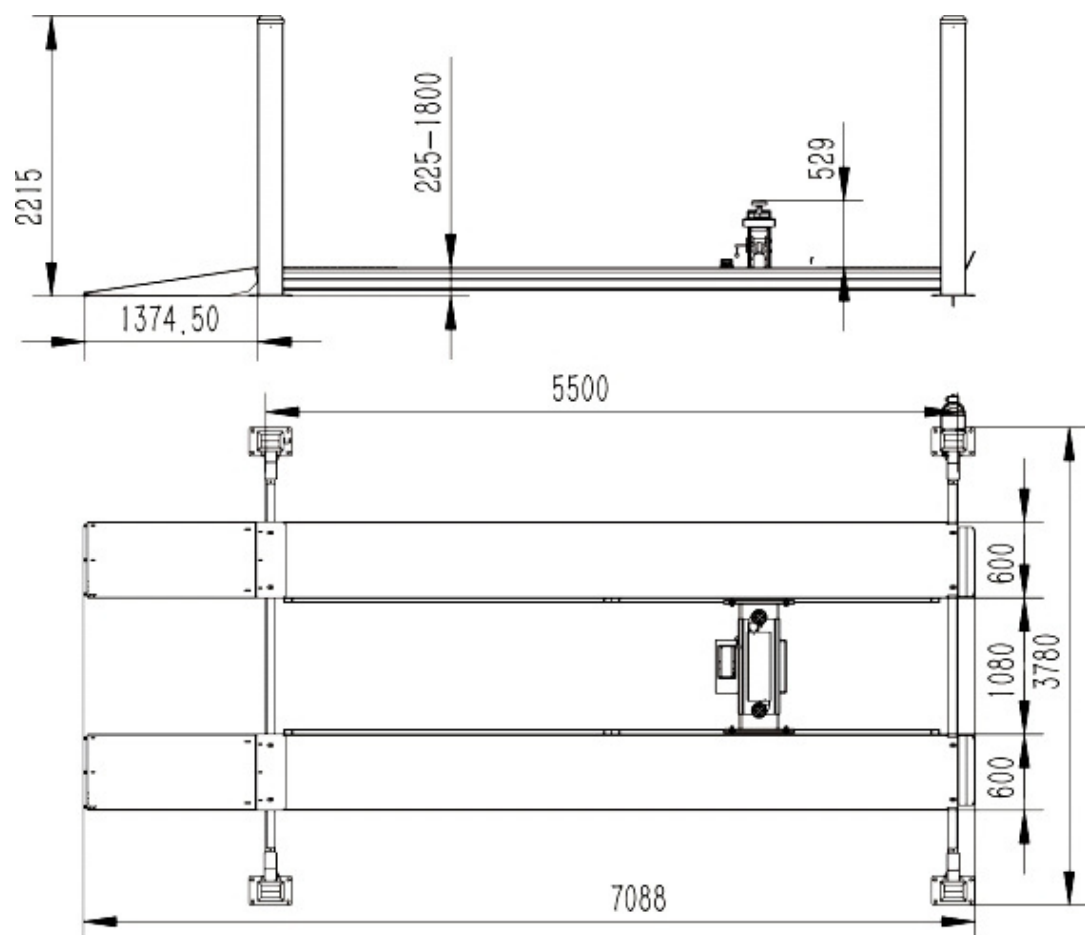
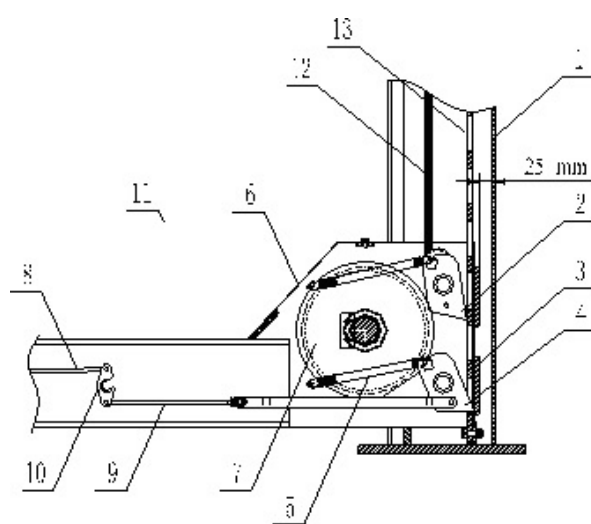

FIG. 1 Dimensões da configuração básica
FIG. 2
O componente principal e a sua construção são apresentados nas Fig.1 e Fig.2
PASSO 3 Colocar as pistas no local pré-determinado. O posto de controlo e a bomba hidráulica estarão localizados na parte dianteira esquerda, como mostra a FIG. 1, e a pista de alimentação também estará no lado esquerdo. O posto de controlo está situado no canto dianteiro esquerdo. Atualmente, não existem outras configurações disponíveis para este elevador.